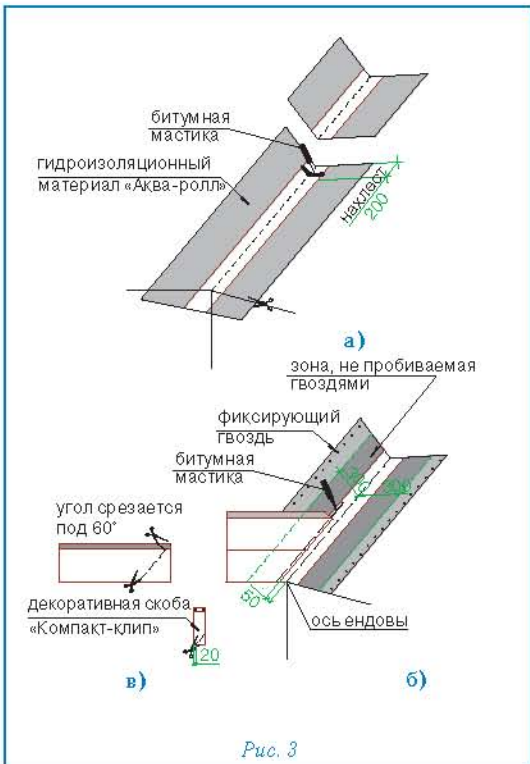

Рис. 3
Ендова (рис. 3)
- ровно по центру ендовы расстилается специальный рулонный материал «Аква-ролл», фиксируется в верхней части двумя гвоздями и обрезается в нижней части по линии карниза (рис. 3а);
Внимание: 1. «Аква-ролл» должен доходить до линии конька и заводится за нее. **2.** «Аква-ролл» укладывается с нахлестом 20 см, место нахлеста тщательно обрабатывается битумной мастикой (рис. 3а).
- непосредственно перед укладкой в ендову черепицы, защитная пленка с лицевой стороны «Аква-ролла» снимается и на самоклеящуюся поверхность укладываются листы черепицы, обрезанные в соответствии с заранее отбитыми линиями (рис. 3б).
Внимание: 1. Необходимо также подрезать верхний уголок обрезанного края листа (см. рис. 3в) для правильного стока воды.
2. Крепление обрезанного листа к медной части «Аква-ролла» осуществляется при помощи сплошной полосы битумной мастики (рис. 3б).
4. В случае, если скоба «Компакт-клип» приходится на место обреза листа, можно либо обрезать накладку, оставив минимум 2 см в нижней части (рис. 3в), либо произвести укладку листов без использования накладки.